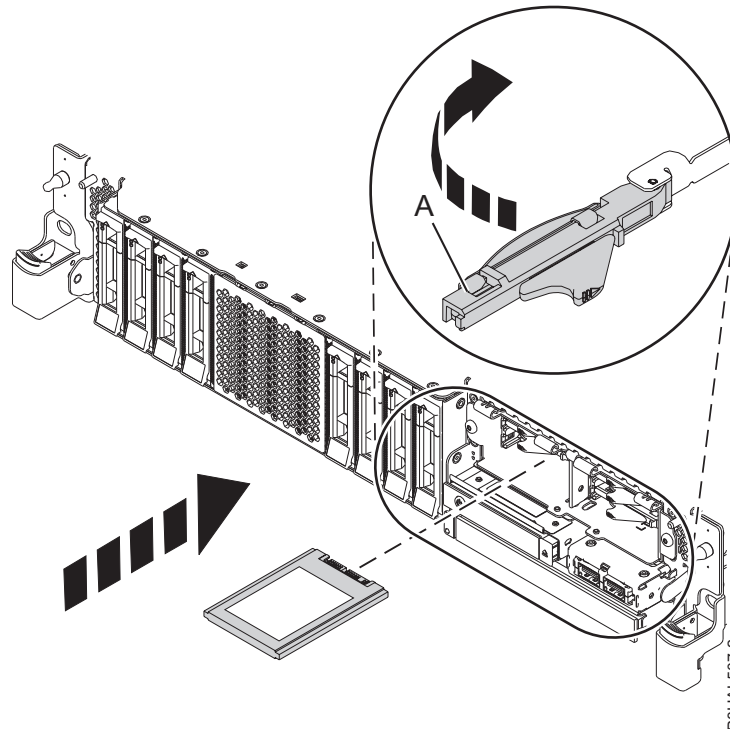

Figura 8. Instal·lació d'una SSD en un sistema 5148-21L, 5148-22L, 8247-21L, 8247-22L, 8284-21A, o 8284-22A de funció expandida
4. Amb la nansa del compartiment d'unitats SSD **(A)** en posició desbloquejada, feu sortir la palanca per poder accedir a les guies de la ranura SSD. Agafeu la part inferior de l'SSD mentre l'alineeu amb les guies de la ranura SSD. Consulteu Figura 8 a la pàgina 12.
5. Feu lliscar la SSD en el sistema fins que s'aturi la unitat i, a continuació, bloquegeu la SSD fent girar la nansa del compartiment **(A)** en la direcció que es mostra. Consulteu Figura 8 a la pàgina 12.